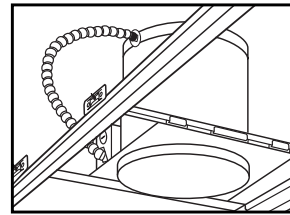

Figure 5
**Step 4.** If using optional G2405 T-bar clips, place fixture into position and snap T-bar clips onto T-bars. Otherwise, rest fixture on T-bars with notches in hanger bars over the tops of the T-bars and secure with wire (Fig. 5)
**Paso 4.** Si está usando clips G2405 opcionales para barras en T, coloque el portalámpara en su posición y conecte los clips de barras en T en las barras en T. Si no va a usar clips, apoye el portalámpara en las barras en T con las ranuras de las barras de los colgadores sobre la parte superior de las barras en T y fíjelo con alambre (fig. 5).